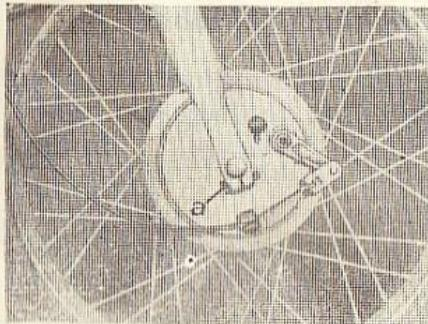
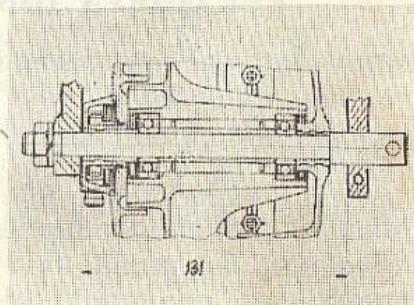

Fig. 25
Fig. 26
1. Slăbiți șurubul „a“ (fig. 25) și piulița „b“ de pe capătul axului (fig. 26).